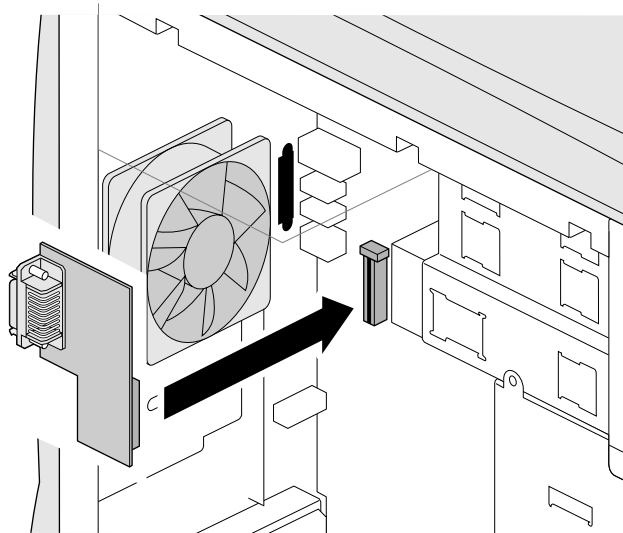

Figura 5-6 Installazione della scheda video opzionale
- Posizionare la scheda in modo che il connettore in basso si trovi di fronte alla porta della scheda di sistema e il connettore sul bordo si trovi davanti all'apertura del pannello posteriore (vedere la Figura 5-6).